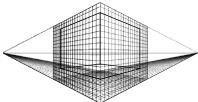

图 4-24 阵列操控板
- 在 Creo 主界面左侧的模型树中选择上一步的扫描结果 **扫描 1**，用鼠标右击 **扫描 1**，选择“阵列”命令（另一种方法是选择 **扫描 1**，在“模型”选项卡中选择 **编辑** ▶ 选项区中的“阵列”命令 ），弹出如图 4-24 所示的阵列操控板。